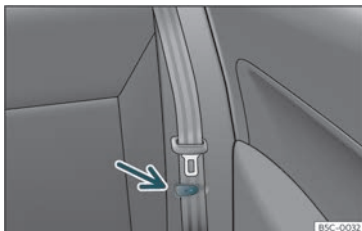

Fig. 110 Asento traseiro: pinza para suxeitar o cinto de seguridade.
- Coloque os cintos de seguridade laterais na pinza do revestimento»» fig. 110.